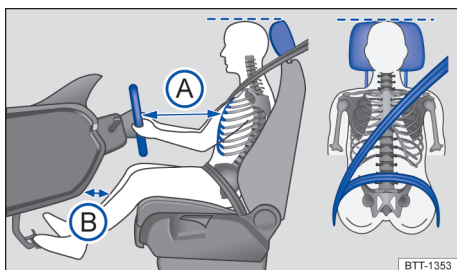

Fig. 22 Distância correta do condutor em relação ao volante, posição correta do cadarço do cinto de segurança e ajuste correto do apoio para cabeça.
- Ajustar o banco de modo que a distância entre o volante e o tórax tenha no mínimo 25 cm → Fig. 22 (A) e que o condutor possa segurar o volante pela borda externa com as duas mãos e os braços ligeiramente dobrados.
- Ajustar o banco do condutor na direção longitudinal de modo que os pedais possam ser acionados com as pernas ligeiramente arqueadas e a distância para o painel de instrumentos na área do joelho seja de, no mínimo, 10 cm → Fig. 22 (B).
- Para os bancos com apoio para cabeça: ajustar o apoio para cabeça de modo que a sua borda superior se encontre preferencialmente na mesma linha da parte superior da cabeça → Fig. 22 – porém não abaixo da altura dos olhos. Posicionar a parte posterior da cabeça o mais perto possível do apoio para cabeça.